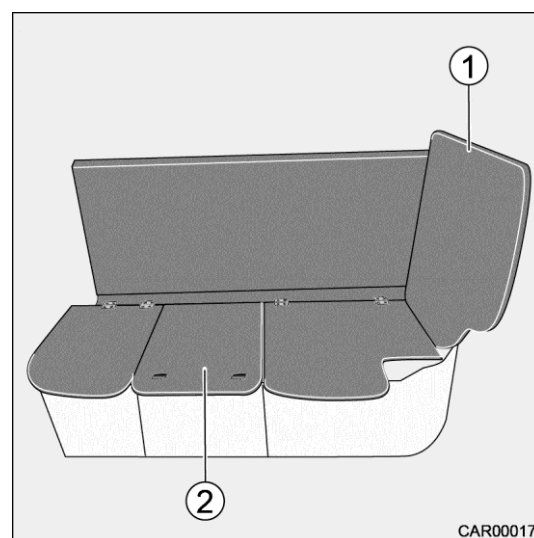
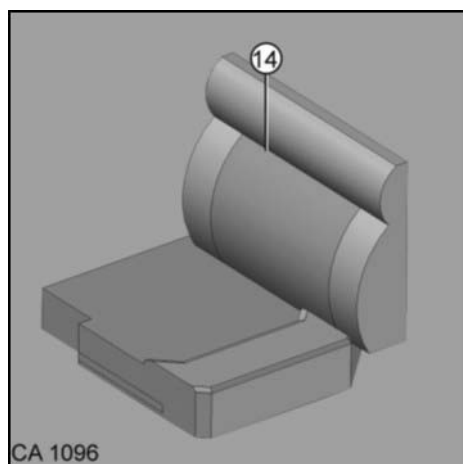

Fig. 27 Transformation du 5e siège
Fig. 31 Coussins d'appoint
2. Relever le panneau dossier (Fig. 27/1).
3. Retirer la plaque de siège (Fig. 27/2) et la ranger.
12. Placer le coussin d'appoint (Fig. 31/14) devant le panneau dossier (Fig. 27/1).